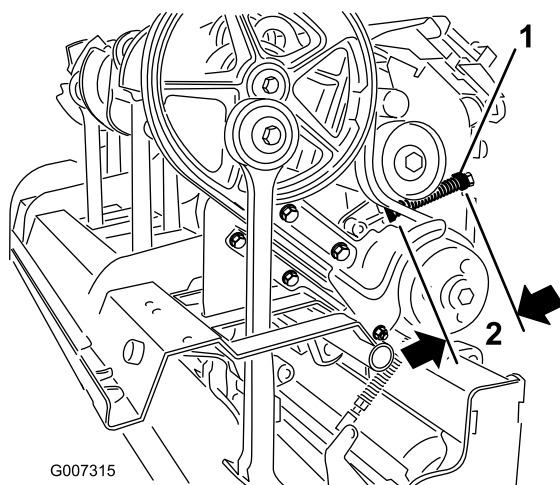

図 30
- C. スプリング・リテーナを固定しているロック・ナットをゆるめる (図 30)。
- D. スプリング・リテーナを調整してスプリングを所定長さにする (図 30)。